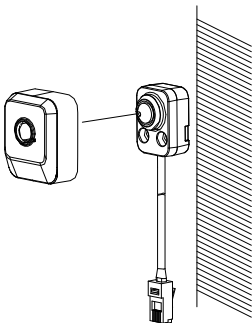

Figura 2-8 Trageți capacul
5. Acoperiți unitatea de senzor cu capacul decorativ. Așa cum este prezentat în Figura 2-8.